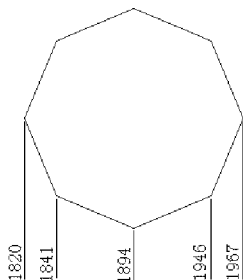

图 3.29 坐标标注效果
④ 坐标(O): 在命令提示区中输入“O”,以坐标式标注作为快速标注方式。坐标标注效果如图 3.29 所示。